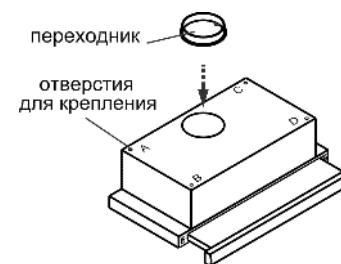
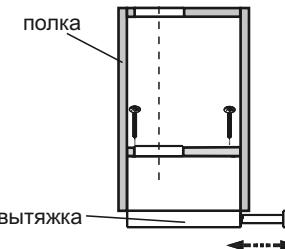

рис. 4
рис. 5
6.1 Установите пластиковый переходник и зафиксируйте его защелками (рис. 4).
6.3 Крепление кухонной вытяжки к верхней полке над плитой (рис. 4, рис. 5):
- вырежьте дополнительное отверстие в полке шкафа (рис. 5) для воздуховода при работе в режиме «вытяжки» и для свободного прохождения воздуха при работе в режиме «рециркуляции»;
- выдвижная панель при движении не должна задевать за переднюю панель полки и царапать ее (рис.5).